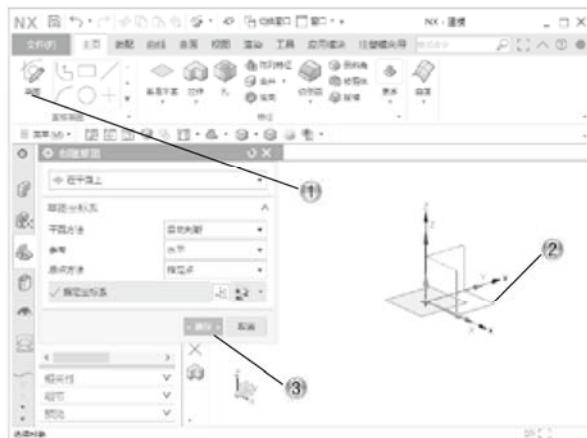

图 2-44
- ① 单击【主页】选项卡中的【草图】按钮○，进入草图绘制环境，如图 2-44 所示。
- ② 在绘图区中，选择草绘平面。
- ③ 单击【确定】按钮。